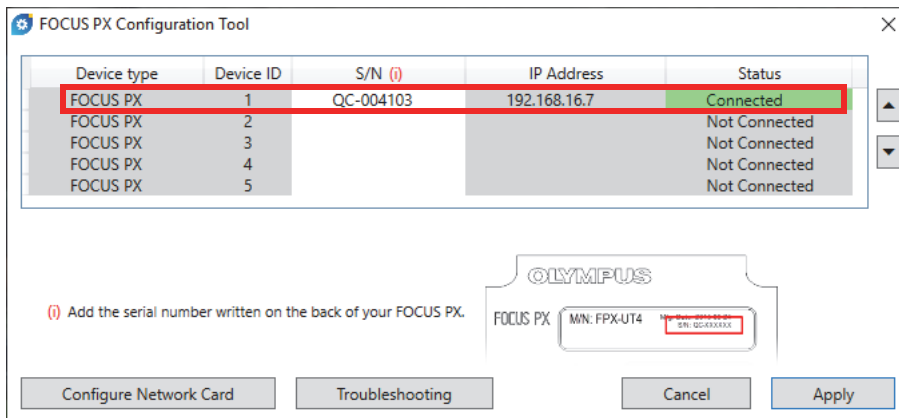

Рис. 1-19 Инструмент конфигурации FOCUS PX (1 устройство)
5. В диалоговом окне Инструмент конфигурации FOCUS PX введите серийный номер первого прибора FOCUS PX, подключенного к Ethernet-карте (Рис. 1-19 на стр. 40).